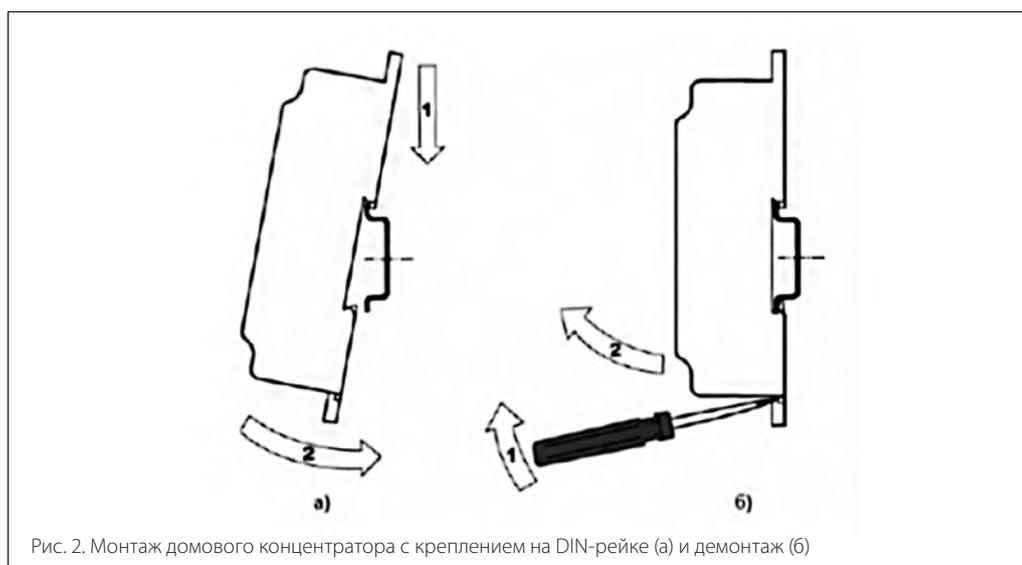

Рис. 2. Монтаж домашнего концентратора с креплением на DIN-рейке (а) и демонтаж (б)
- Приложить домашний концентратор к DIN-рейке, как показано на рис. 2а, и защелкнуть в направлении стрелки 2.
Для снятия домашнего концентратора с DIN-рейки необходимо вставить острие отвертки в проушину защелки (рис. 2б) и отжать защелку по стрелке 1, после чего снять корпус прибора с DIN-рейки по стрелке 2.